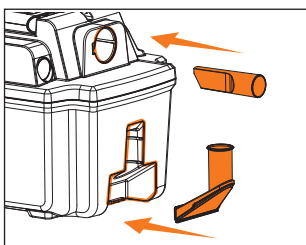

Рис. 13
- Закрепите на корпусе насадки для мягких поверхностей (Рис. 13).